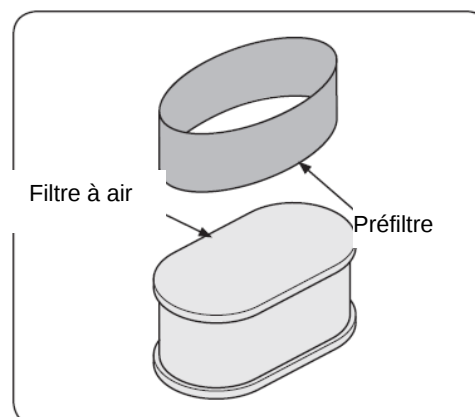

Figure 6-6
3. Enlevez le préfiltre en mousse qui entoure le filtre à air en papier. Consultez la Fig. 6-6. Remplacez l'élément en papier lorsque sale ou endommagé. Nettoyez l'élément en mousse ou remplacez-le s'il est endommagé.